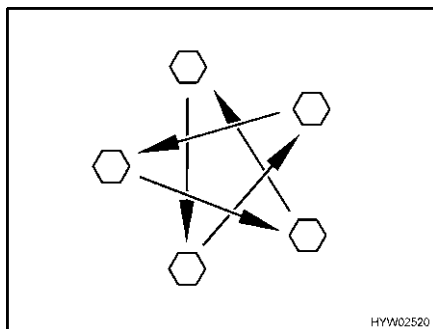

Fig. 304 Serrer en croix les écrous ou les boulons de roue
- Vérifier régulièrement le serrage des écrous ou des boulons de roues. Reserrer alternativement et en croix (Fig. 304) tous les écrous ou les boulons de roue 50 km après le changement d'une roue.
- ▷ Serrer en croix les écrous ou les boulons de roue (Fig. 304).